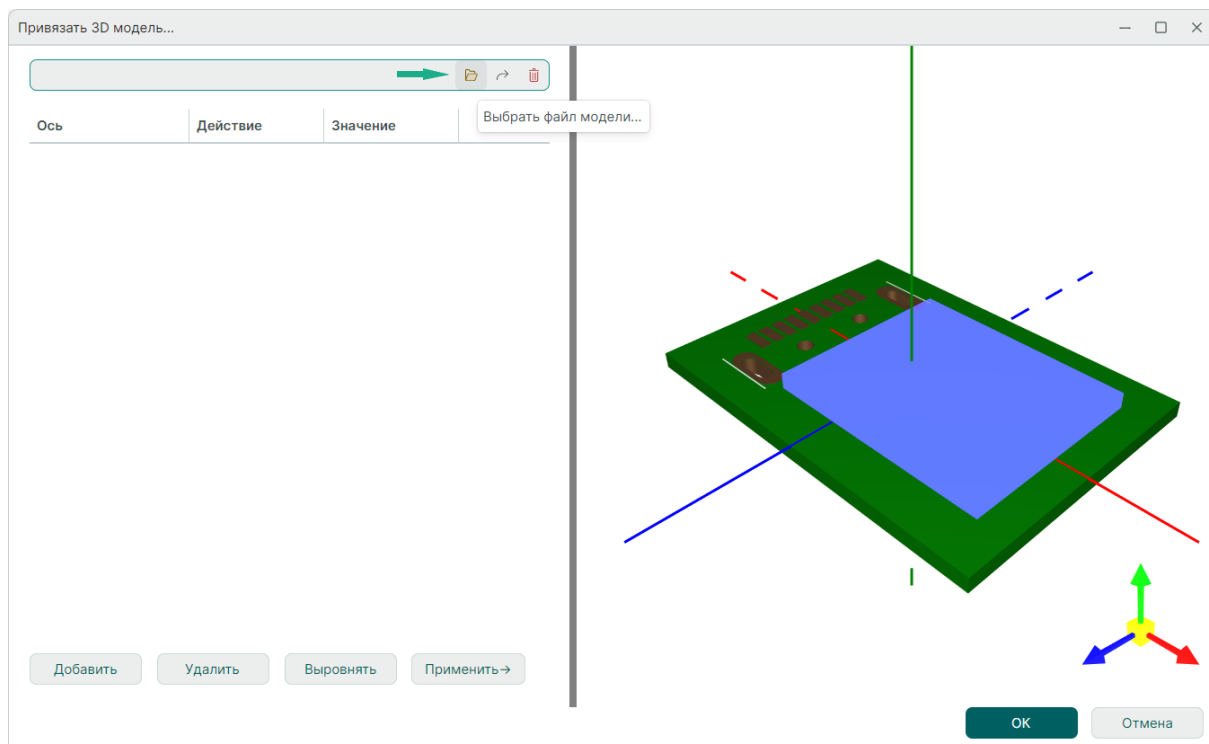

Рис. 151 Выбор файла 3D-модели
3. В окне «Привязать 3D модель» заполните необходимые поля, см. Рис. 151.
В поле «3D модель» укажите полное имя файла. Для открытия окна проводника нажмите на символ , см. Рис. 151.